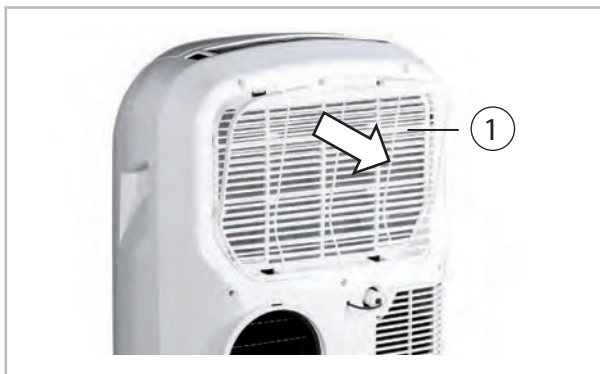

Abb. 13: Filterentnahme
2.  Ziehen Sie den Filter aus dem Gerät (Abb. 13).